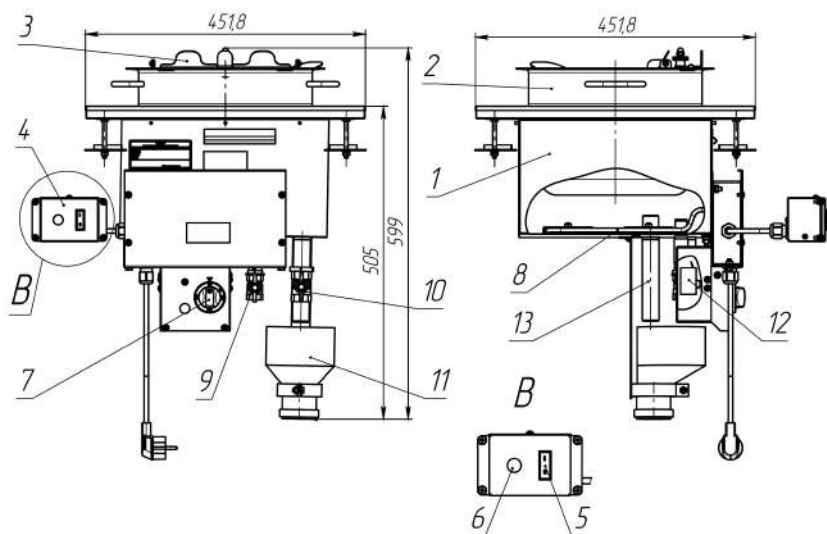
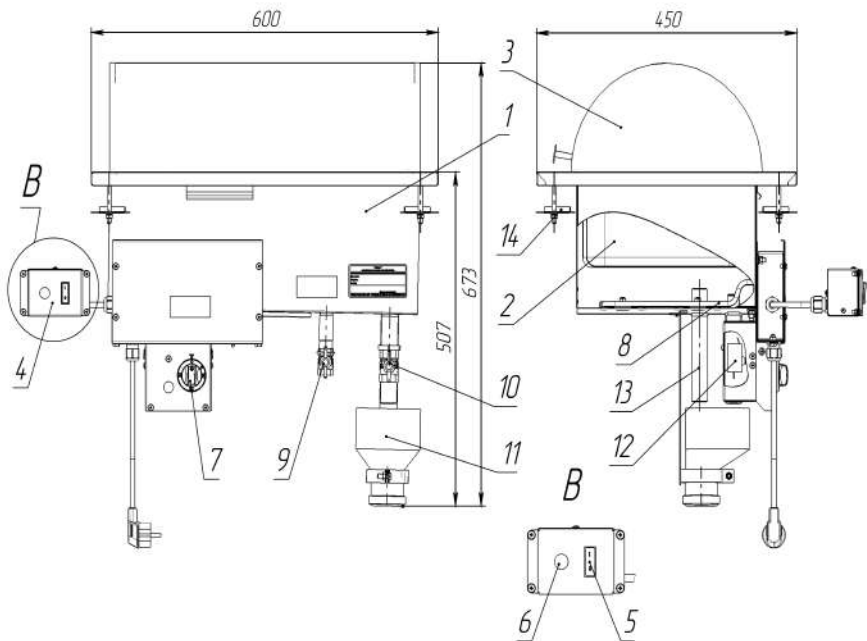

Рис.1
Рис.2
1.3.1.1 Общий вид чафиндиша 1-х блюд ЧД1-10-02 показан на рис.1. Общий вид чафиндища 2-х блюд ЧД2-1.1-150-02 показан на рис.2.
1 - Ванна; 2 —Кастрюля, см. рис.1; 2 - Гастроёмкость GN1/1 глубиной не более 150 мм, см. рис.2; 3 - Крышка, 4 — Пульт управления; 5 — Выключатель; 6 - Лампа (зеленая); 7 — Ручка терморегулятора; 8 — ТЭН; 9 - Кран G1/2; 10 - Кран G3/4; 11 — Переходник канализационный; 12 — Термоограничитель; 13 — Перелив.
1.3.2.1 Устройство изделий показано на рис.1, рис.2. В ванну для чафиндиша 1-х блюд, см. рис.1, устанавливается кастрюля поз.2 с крышкой поз.3. В ванну для чафиндиша 2-х блюд, см. рис.2, устанавливается стандартная гастроёмкость GN 1/1 поз.2, глубиной не более 150 мм, с крышкой поз.3. Нагрев продуктов в кастрюле и гастроёмкости осуществляется с помощью горячего пара, поэтому пригорание продуктов исключено. Нагрев воды в ванне осуществляется с помощью ТЭНа поз.8 мощностью 0,63 кВт. С помощью ручки терморегулятора